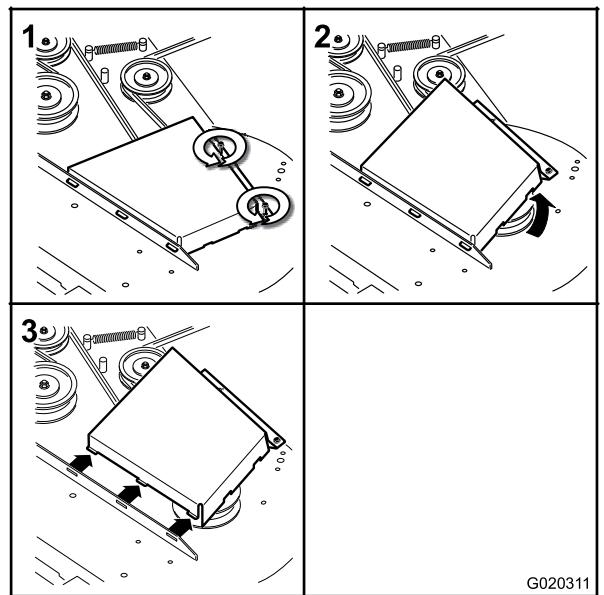

Figura 65
- Retire las cubiertas de la correa (Figura 65).